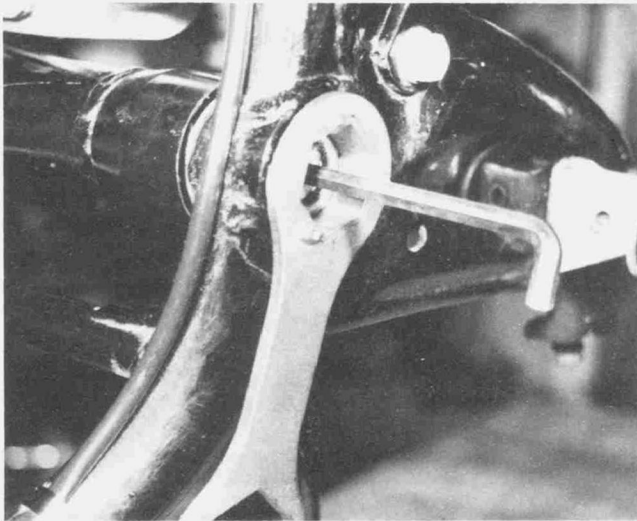

Bild 176
- Zur Lagervorspannung beide Lagerzapfen mit 2,0 bis 2,2 mkp anziehen. Lagerzapfen wieder lockern und danach mit 1,0 bis 1,2 mkp festziehen. Steht kein Drehmomentschlüssel zur Verfügung, den Lagerzapfen auf einer Seite mit einem Innensechskantschlüssel mit $\frac{1}{8}$ Umdrehung festziehen. Gegenmuttern wieder aufdrehen und mit 10,0 bis 11,0 mkp festziehen (Bild 176).